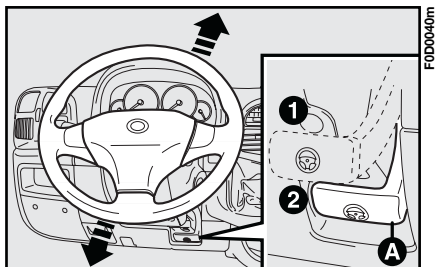

fig. 71b
- 1) Spostare la leva **A**-fig. 71b in posizione 1.